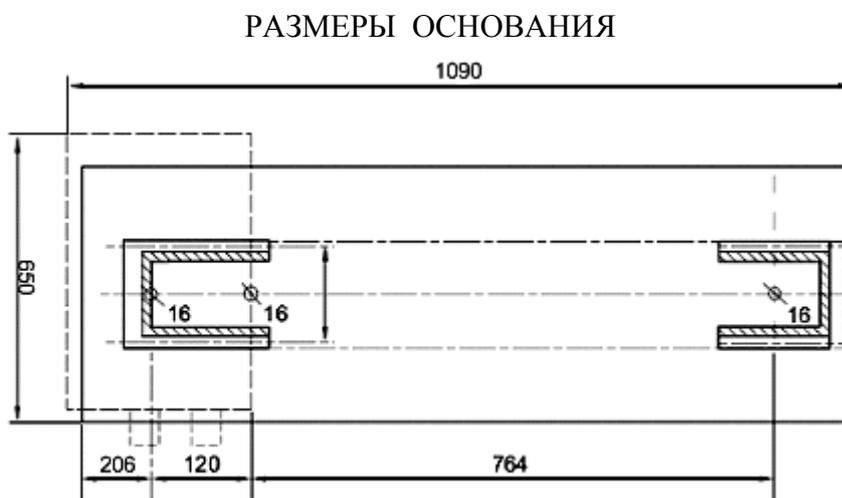

Рисунок 14
9.1.6. Закрепите станок, учитывая размеры его основания (см. рисунок 14).